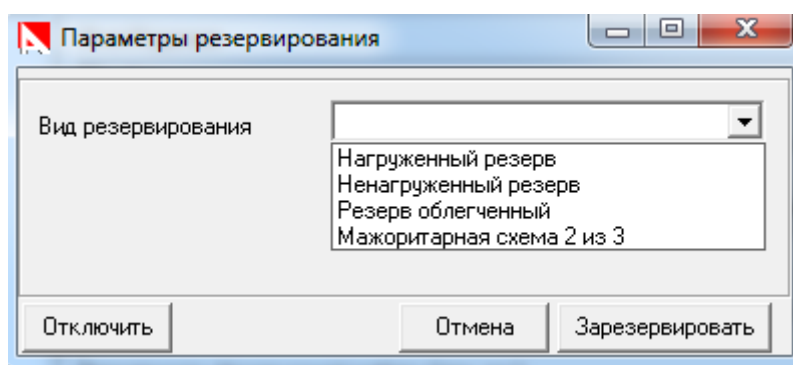

Рис. 3.35. Окно «параметры резервирования»
- В появившемся окне «Параметры резервирования» (см. рис. 3.35) выберите из списка вид резервированной группы.
- На появившемся окне «Параметры резервирования» (см. рис. 3.35) нажмите на кнопку «Отключить».